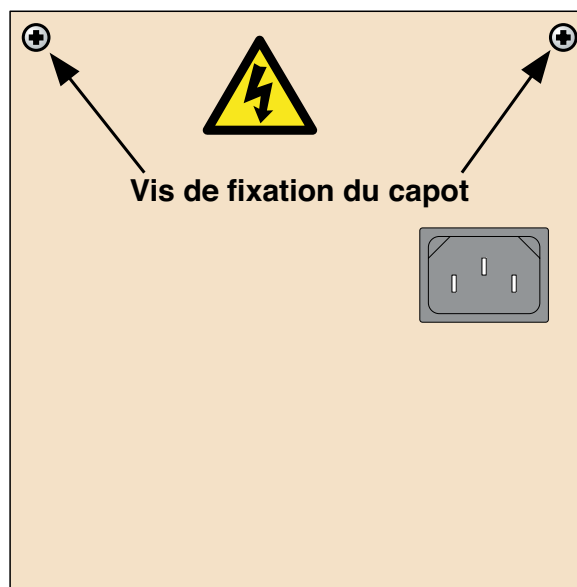

Figure 11.2.2a Vis de fixation
- 2 À l'arrière de l'appareil, enlevez la vis de fixation (figure 11.2.2a), et mettez-la en lieu sûr.